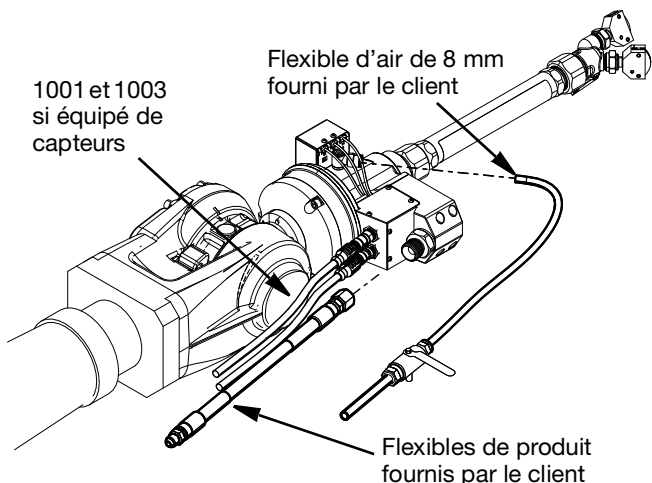

FIG. 10
4. Débranchez les connecteurs de câble en dévissant le raccord sur le connecteur de câble à 5 broches (1001) et le connecteur de câble à 8 broches (1003) s'il est installé. Voir Fig. 10.